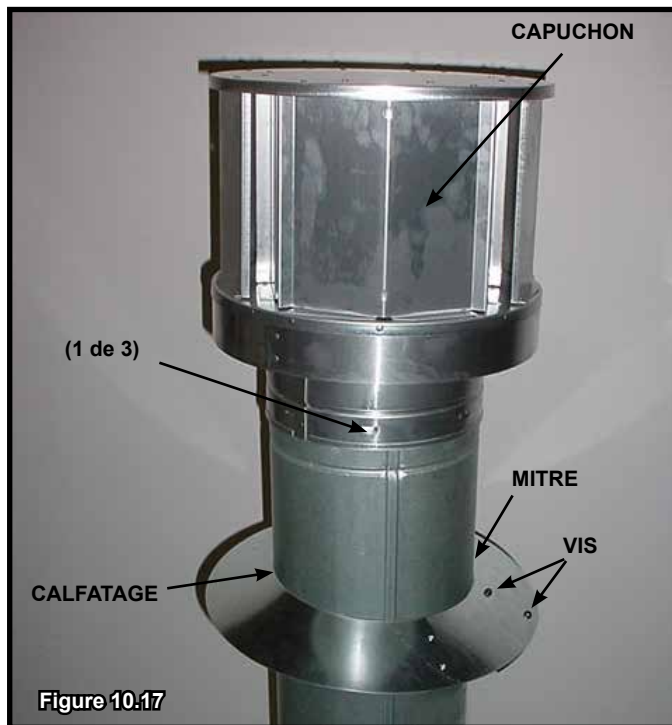

Figure 10.16 Insérez le boulon dans les supports
- Glisser la mitre assemblée vers le bas du tuyau jusqu'à ce qu'elle repose sur le noquet du toit (voir la Figure 10.16).